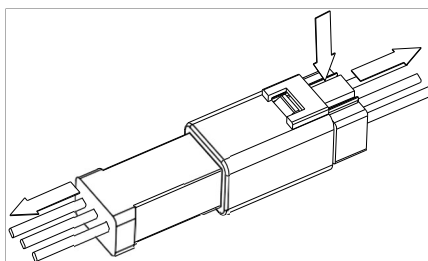

Fig. 7-2 Desconecte o conector do cabo à prova d'água
2. Desconecte o conector do cabo à prova d'água do ventilador de resfriamento, conforme mostrado na Fig. 7-2.